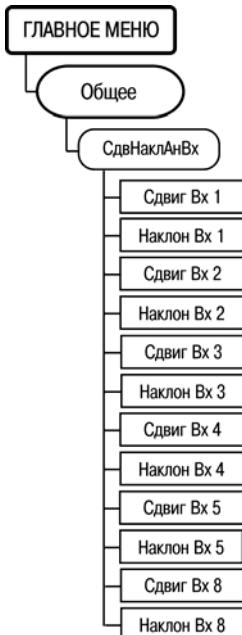

Рисунок 6.24
6.13.9 Параметры, определяющие коррекцию измеренных характеристик, задаются через пункт меню //Общее\СдвНаклАнВх. {N} = 1 – 5, 8 (рисунок 6.24) для аналоговых входов 1 – 5, 8 соответственно.